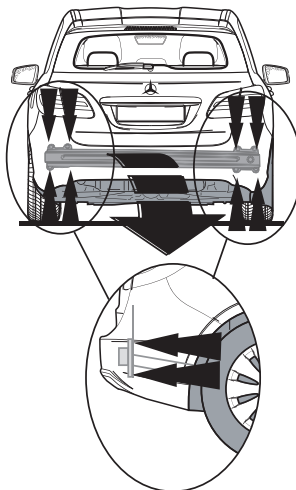

Fig. 1
1. Снять бампер (см. рис. 1).
4. Снять со стальным буферным брусом автомобиля; буферный брус больше не понадобится (см. рис. 1).